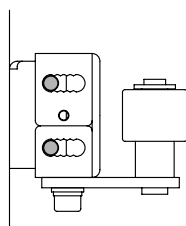

図9-3 ガイド柱または壁から離す場合
- ガイドローラーベースBの調整用長穴で本体の位置を調整することができます。(図9-2、図9-3、図9-4参照)
- 戸当り柱に納まるように、本体とガイド柱または壁との位置を調整してください。(図9-2、図9-3、図9-4参照)
④調整したら【8-2】または【8-4】をしっかりと締めてください。
⑤ガイドローラーベースBの側面にガイドローラーベース端部カバーを【8-9】で取付けてください。